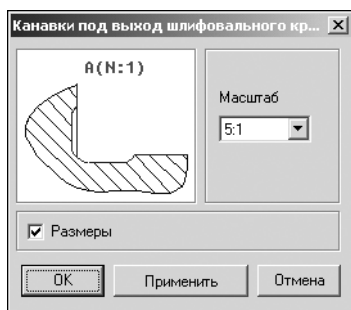

Рис. 4.8.
3. В развернувшемся меню выберите команду **Выносной элемент** и щелкните левой клавишей мыши. Откроется окно **Канавка под выход шлифовального круга** (рис. 4.8).